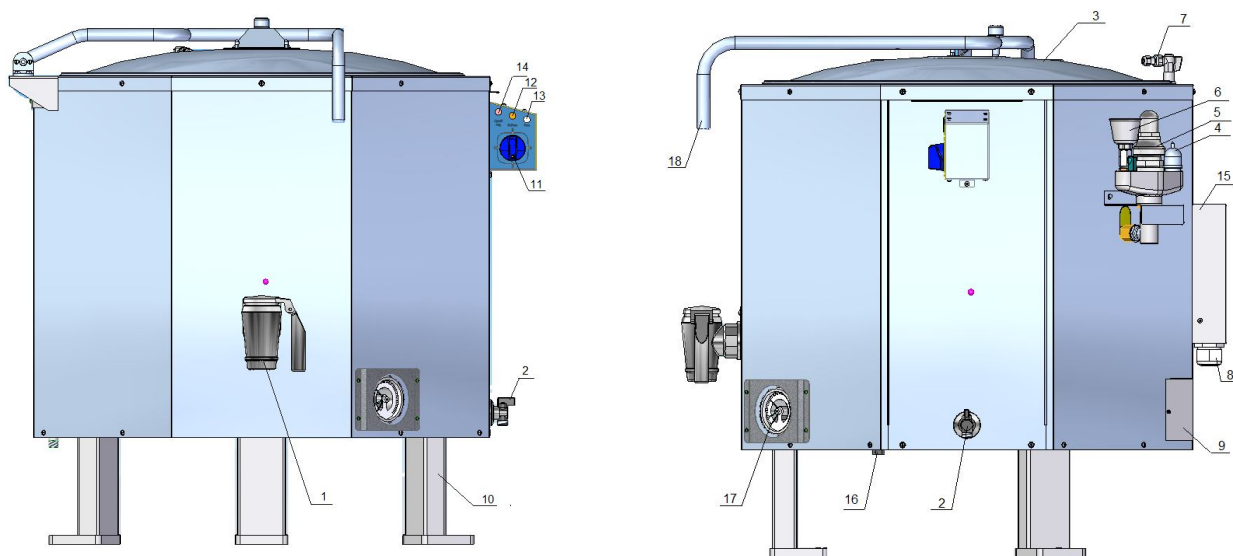

Рис.1 Конструкция котла
Устройство котла приведено на рис. 1.
На передней панели котла установлены кран слива (рис. 1 поз.1) и кран уровня (рис. 1 поз.2). Кран уровня соединен с пароводяной рубашкой и служит для контроля верхнего уровня воды, заливаемой в рубашку.
Крышка варочного котла (рис. 1 поз.3) при помощи пружинного механизма фиксируется при открытии на любой угол.
Вода в котел заливается из крана (рис. 1 поз. 7). Подключение крана к водопроводной трассе (рис. 1 поз.16) осуществляется через G1/2 (наружная резьба).
- сигнальные лампы: рис. 1 поз. 13 сеть (белый светофильтр);
рис. 1 поз. 12 режим работы (оранжевый светофильтр);
рис. 1 поз. 14 «сухой ход» (красный светофильтр),
рис. 1 поз. 11 переключатель мощности;
- заливная воронка с краном рис. 1 поз. 6. Заливная воронка с краном служат для залива воды в паровую рубашку.
- предохранительный клапан высокого давления рис. 1 поз. 5. Предназначен для предотвращения чрезмерного повышения давления, который срабатывает при достижении давления в рубашке (50÷65) кПа (0,50÷0,65 кгс/см²).
- вакуумный предохранительный клапан (рис. 1 поз. 4) предназначен для предотвращения создания чрезмерного разрежения, который срабатывает при создании разрежения в пароводяной рубашке более 0,01 кгс/см².
Защита ТЭН-ов от «Сухого хода» осуществляется следующим образом: при понижении уровня теплоносителя ниже датчика В1 возрастает сопротивление между контактами 11-12 блока БУПК (см. рис. 5). По сигналу, полученному от датчика, блок управления формирует сигнал на отключение цепи питания пускателей КМ1...КМ3 и формирует сигнал на индикацию «Сухой ход», загорается красная сигнальная лампа (рис. 1 поз. 14) «Сухой ход».
Регулирование величины мощности нагрева котла производится установкой ручки переключателя (рис. 1 поз 11) в положение «1», «2», «3», что соответствует слабому, среднему и сильному нагреву. Отключение нагрева производится установкой ручки переключателей в положение «0».
Электроконтактный манометр (рис. 1 поз. 17) расположен на передней панели и настроен на верхнее рабочее давление 0,60 кгс/см² и 0,45 кгс/см² - нижнее рабочее давление. При достижении внутри рубашки котла верхнего значения давления электроконтактный манометр выдает сигнал на блок БУПК. В свою очередь блок БУПК формирует сигнал на отключение всех электронагревателей. Электронагреватель находится в отключенном состоянии, пока давление внутри рубашки не достигнет нижнего значения давления на электроконтактном манометре.
- подключить котел к системе водоснабжения через шланг подвода воды G1/2 (рис. 1 поз. 16);
- необходимо отвернуть крепежные болты блока управления (рис 1 поз. 15), пропустить провода через кабельный ввод (рис. 1 поз. 8) и подключить провода согласно маркировке на клеммной колодке. Монтаж и подключение котла производить так, чтобы отсутствовал доступ к токопроводящим частям без применения инструментов;